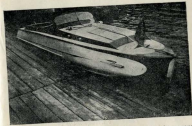

Рис. 42
- 1) *мотолодка (такси) на 4 чел.*, с мотором ГАЗ, 40 сил (рис. 42);